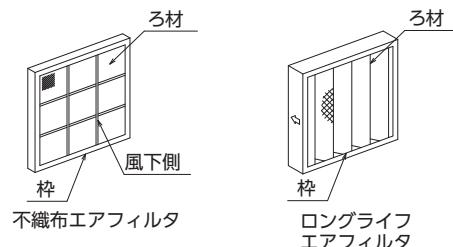

図3-21 粗塵エアフィルタ
- ・不織布エアフィルタ、ロングライフエアフィルタなど(図3-21参照)